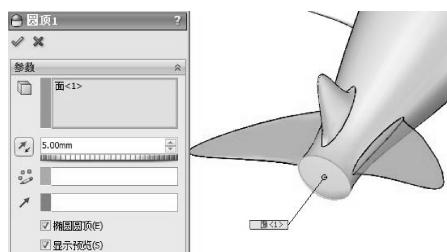

图 4-72 创建圆顶特征
- 31 利用【圆顶】工具，在尾部的平面区域上创建圆顶特征，如图 4-72 所示。